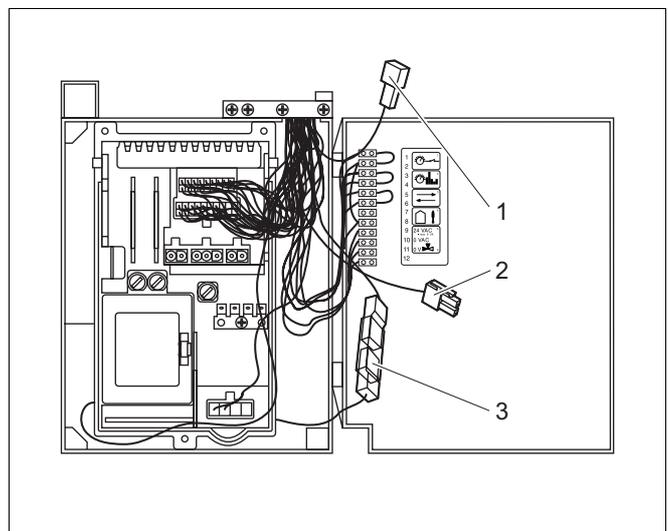

Fig. 61 Collegamenti per la seconda valvola magnetica, pompa modulante e contatto di commutazione termostato esterno
- Controllare i collegamenti della seconda valvola magnetica (fig. 61, pos. 1), pompa modulante (fig. 61, pos. 2) e contatto di commutazione termostato pavimento (fig. 61, pos. 3).